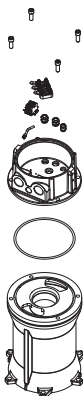

Imagen 27: Montaje de la caja del rodamiento superior (J 405)
**J 405:** Pase los cables por la caja del rodamiento superior y sitúela sobre el alojamiento del motor. Coloque todas las juntas de cables. No olvide mantener las marcas de los cables. Engrase el anillo tórico entre la caja del rodamiento superior y la carcasa del motor. Engrase y monte el anillo tórico superior en la caja. (Imagen 27)
### 9.3 Placa de desgaste en J 205 y J 405 (Imagen 27)